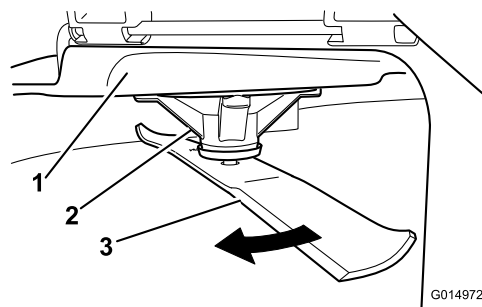

Рисунок 74
2. Используя толстые перчатки или другие подходящие средства защиты рук, медленно поверните нож в положение, позволяющее измерить расстояние от режущей кромки до уровня горизонтальной поверхности, на которой стоит машина (Рисунок 74).